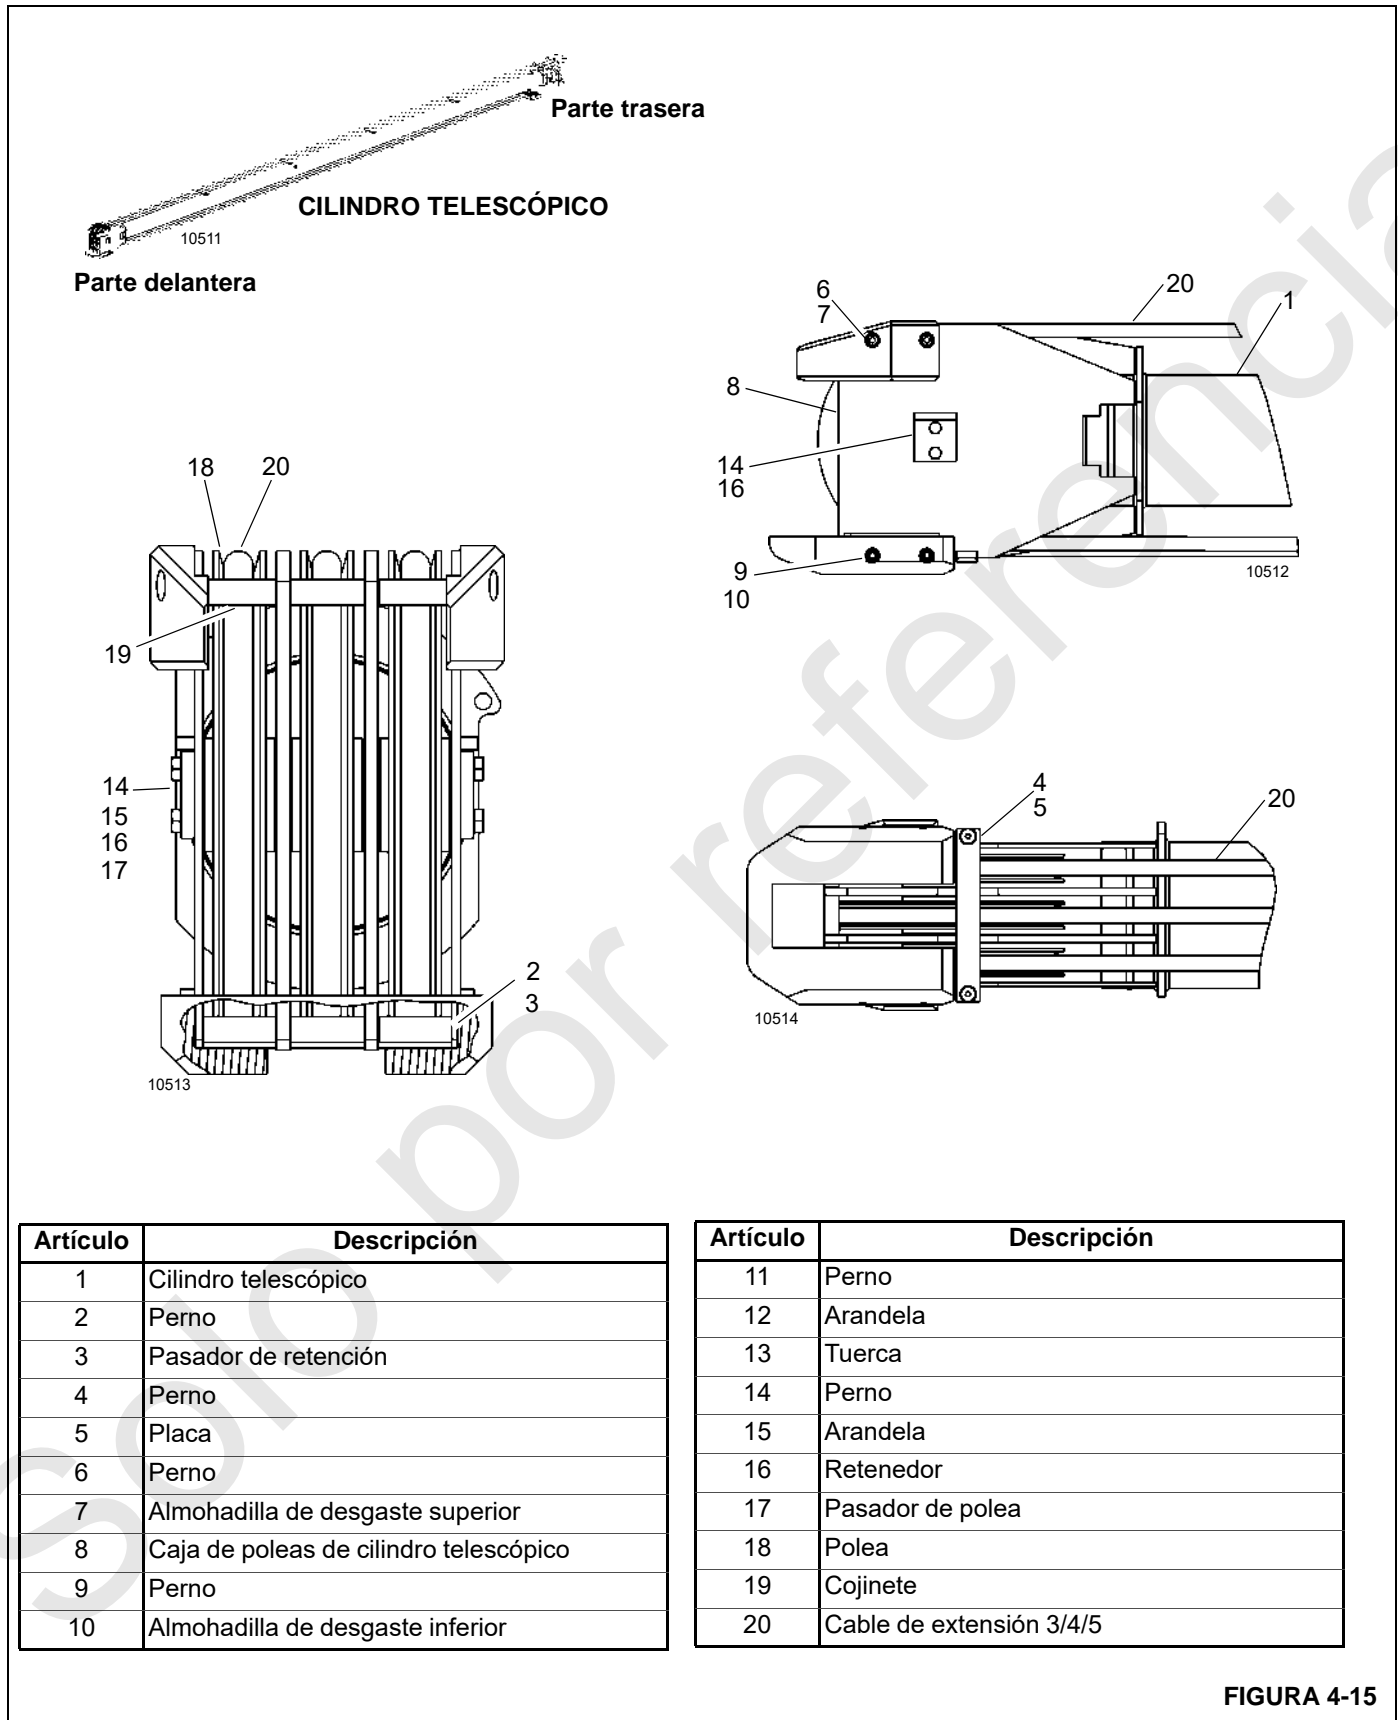

FIGURA 4-15
14. Retire los cables de extensión 2/3/4 de los pasadores de retracción 5/4/3 y de extensión 2/3/4 (21).
16. Retire los pernos (25), arandelas (26) y las placas de muñón (27) de los lados de la sección telescópica 2 de la pluma. El cilindro telescópico (1, Figura 4-15) está ahora separado de la sección de la pluma.
19. Use los siguientes pasos para desarmar la caja de poleas del cilindro telescópico (8, Figura 4-15) si es necesario:
- a. Retire los pernos (6, Figura 4-15) y las almohadillas de desgaste superiores (7) de la caja de poleas del cilindro telescópico (8).
- b. Retire los pernos (9) y la almohadilla de desgaste inferior (10) de la caja de poleas del cilindro telescópico (8).
- c. Retire los pernos (2), pasadores de retención (3), pernos (4) y la placa (5), según sea necesario, para retirar los cables (20) de extensión 2/3/4 de la punta del cilindro telescópico. Almacene los cables y el cilindro de extensión en una zona en donde no sufran daños durante el desarmado posterior de la pluma.
- d. Retire los pernos (14), arandelas (15), retenedor (16), pasador de polea (17) y las poleas (18) de la caja de poleas del cilindro telescópico (8).
- e. Inspeccione las poleas (18) en busca de desgaste y daños. Retire los cojinetes (19) de las poleas (18) según sea necesario. Sustituya las poleas si están desgastadas o dañadas.